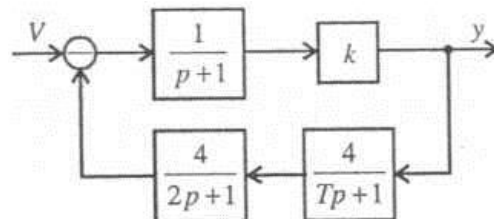

Рис.8.15. Структурная схема системы к задаче 14
14. С помощью критерия Найквиста проверить устойчивость системы (рис.8.15) при  $k = 4$ ,  $T = 1$ .
**24.** Методом  $D$ -разбиения определить область допустимых значений параметра  $T$  для системы (см. рис.8.15), где  $k = 15$ .